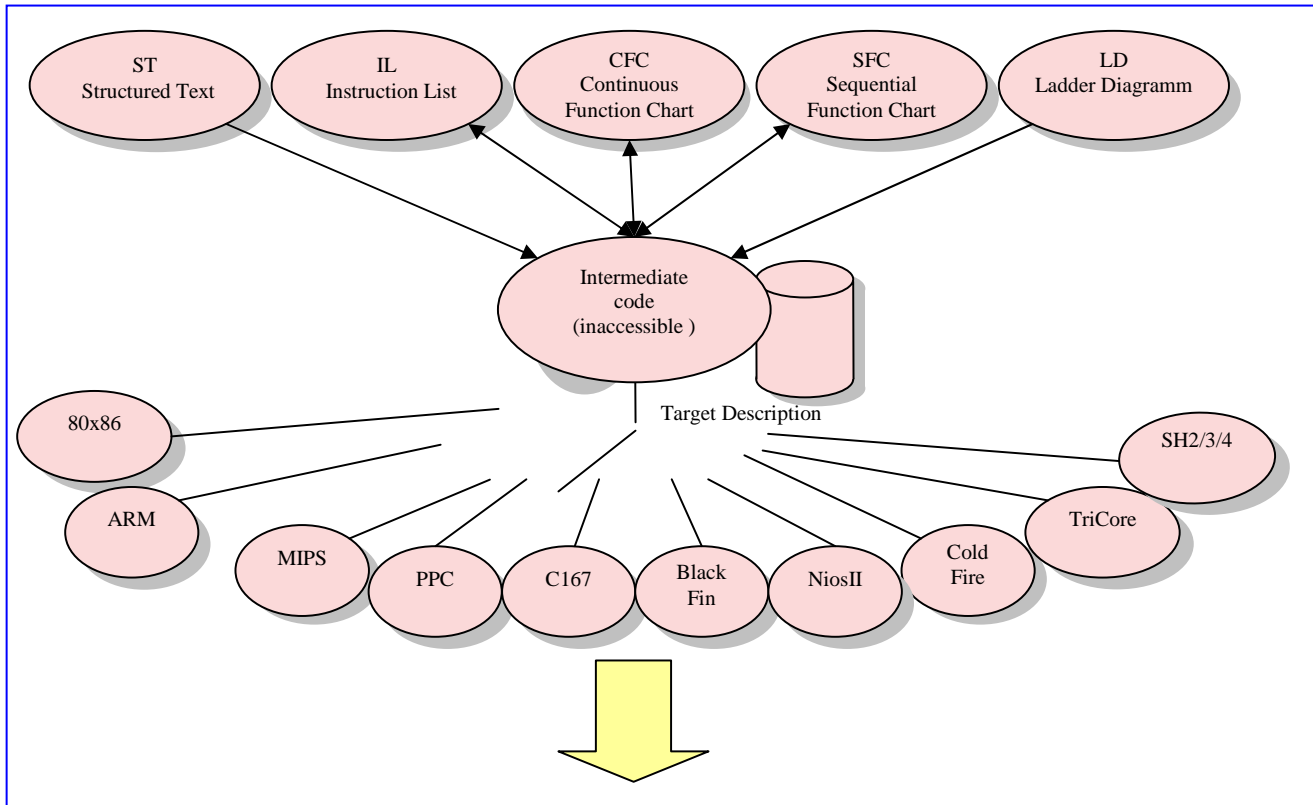

Рис. 3. Быстрый машинный код для прикладных программ
- интегрированные компиляторы для всех популярных семейств микропроцессоров непосредственно дают быстрый машинный код для прикладных программ (рис. 3);